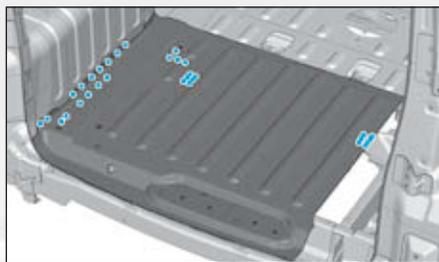

FIG.226
- Souder par points bouchons MAG, puis meuler les points de soudure (Fig.226).